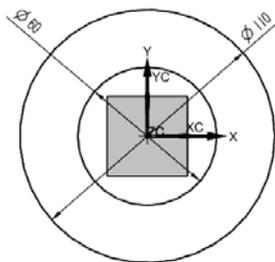

图 2-25 绘制 $\phi 110$ 和 $\phi 60$ 圆
- (1) 选择“圆”命令，绘制一个 $\phi 110$ 圆。
- (2) 选择“几何约束”|“点在曲线上”菜单命令，约束圆心在坐标系的原点。
- (3) 选择“圆”命令，绘制一个 $\phi 60$ 圆。
- (4) 选择“几何约束”|“同心”菜单命令，约束两圆同心，如图 2-25 所示。